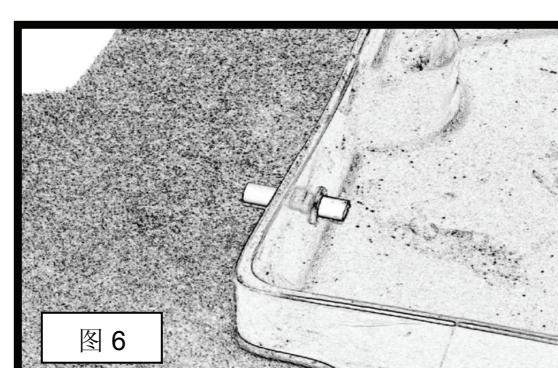
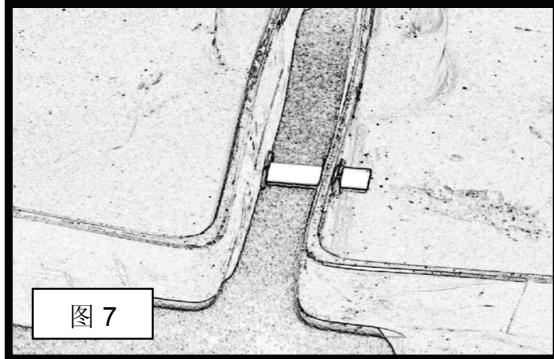

图 6
图 7
5) 用塑料锤或中号钉锤轻轻敲打特氟纶管的露头。注意：如果阻力很大，就用双手试着将管子再塞进密封环内一段。一旦感觉管子在密封环内自如进入，没有阻力，再使用塑料锤或小钉锤轻轻敲打，同时用手指从液体收集槽另一边托着密封环，直到管子完全穿过密封环（见图 6）。
6) 特氟纶包覆的输送管完全穿过安放在第一个液体收集槽上的密封环后（见图 6），将第二个液体收集槽的密封环对准伸出来的输送管（见图 7）。
6) テフロンチューブを最初のアキュムレーションセンターのグロメットに通したら（図6参照）、2つ目のアキュムレーションセンターのグロメットとチューブを揃えます（図7参照）。（ステップ4の指示を参照してください。）